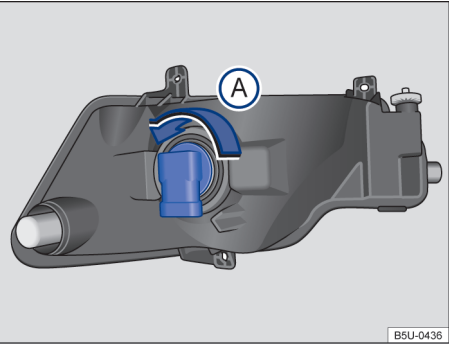

Fig. 111 Atrás do para-choque dianteiro: acesso à lâmpada incandescente do farol de neblina.
| 3. | Girar o soquete da lâmpada → Fig. 111, no sentido anti-horário da seta (A), e desencaixá-lo do alojamento. |